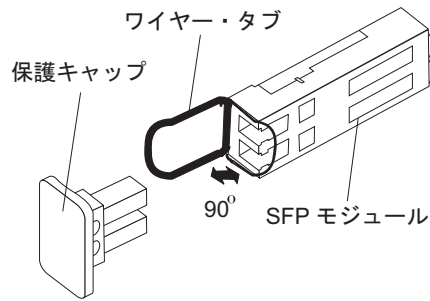

図 29. SFP モジュール・ラッチのアンロック - ワイヤー・タブの場合
- ・ワイヤー・タブが入っている SFP モジュールの場合は、60 ページの図 29 に示すように、ワイヤー・ラッチを外側に 90° 引いて SFP モジュールのラッチをアンロックします。